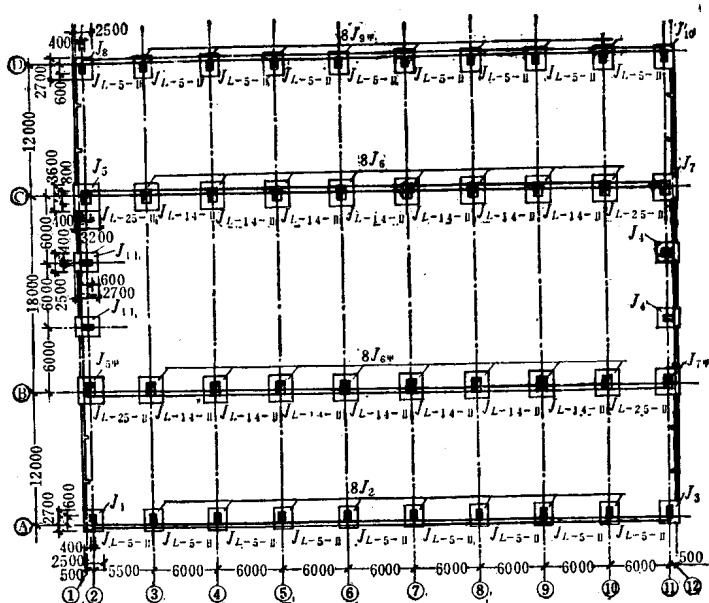

图 1 基础平面图
2. 基础布置 注出编号和定位尺寸，如 J_1 ， J_5 ，见图1。